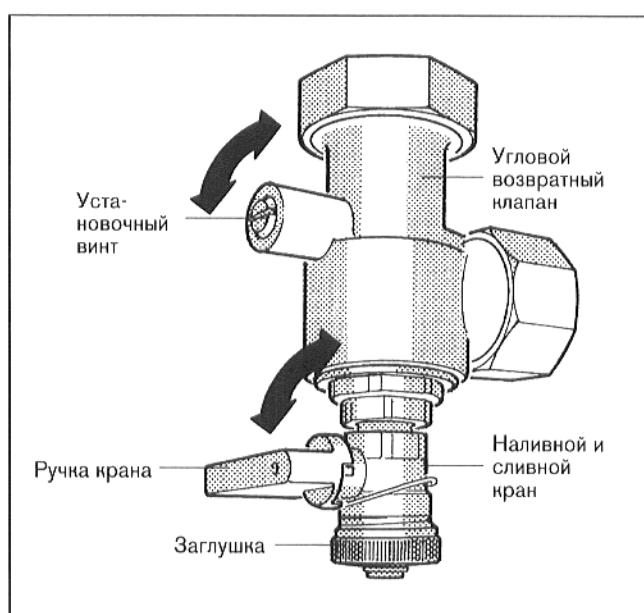

Рис. 13
- Установить шлиц установочного винта углового возвратного клапана в вертикальную позицию (постоянно открыто) (рис. 13).
- Отвинтить заглушку наливного крана и привинтить наливной шланг (рис. 13).
- Установить ручку крана в вертикальное положение (открыто) (рис. 13).
- Примерно $\frac{1}{2}$ минуты медленно заполнять установку у наливного крана (рис. 13).
- Установить шлиц установочного винта углового возвратного клапана в горизонтальное положение (рабочее состояние) (рис. 13).
- Продолжать наполнять установку у наливного крана (рис. 13).